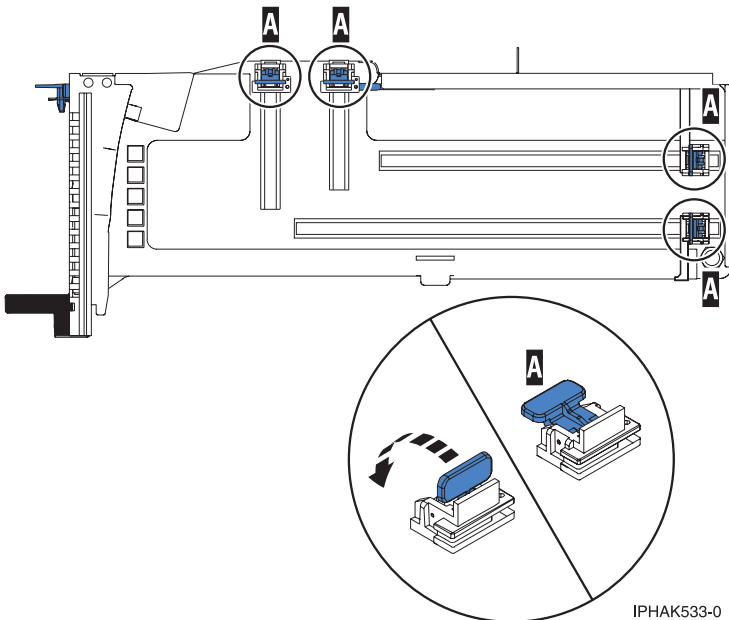

Figure 22. Crochets de retenue de l'adaptateur de carte dans une cassette
- a. Vérifiez que tous les crochets de retenue de carte sont repoussés vers les bords de la cassette pour permettre l'installation de la carte. Voir figure 22.